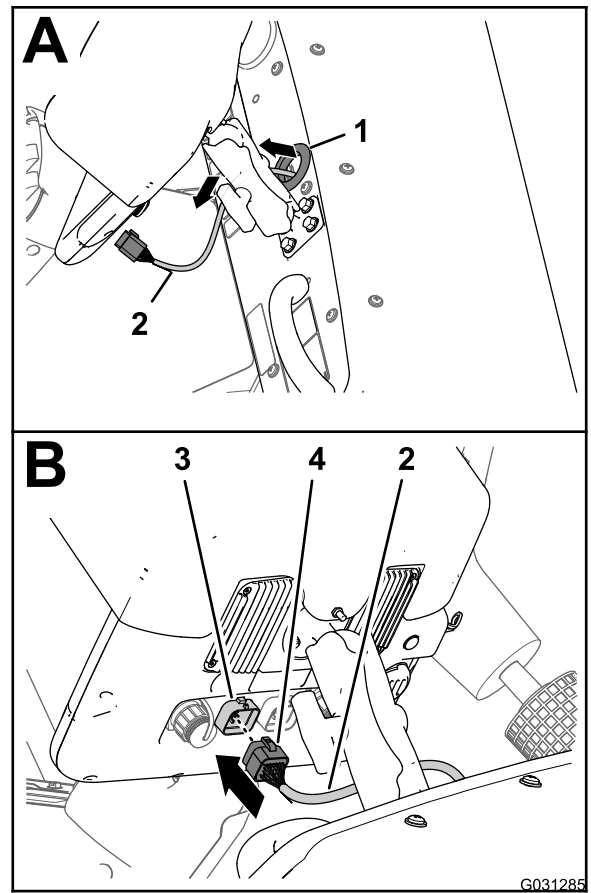

图168
- 将数据线束 220cm 支管向上穿过环放在仪表盘孔上的套环图168。
- 将数据线束的 26 插槽接头与打药车显示器的 26 针接头对齐然后将插槽接头压入插针接头直至接头牢固卡紧图168。